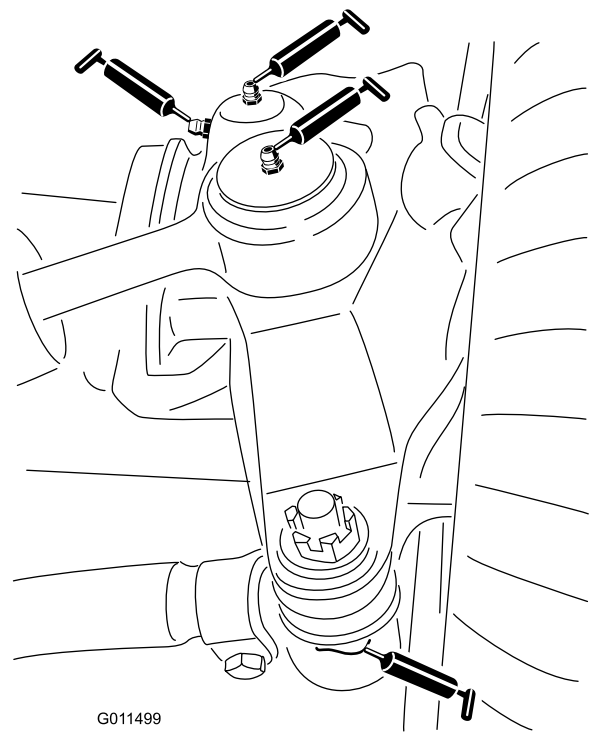

Figura 44
- 2 giunti a sfera del cilindro di sterzata (Figura 44)
- 2 giunti a sfera del tirante (Figura 44)
- 2 boccole del perno del fuso a snodo (Figura 44).